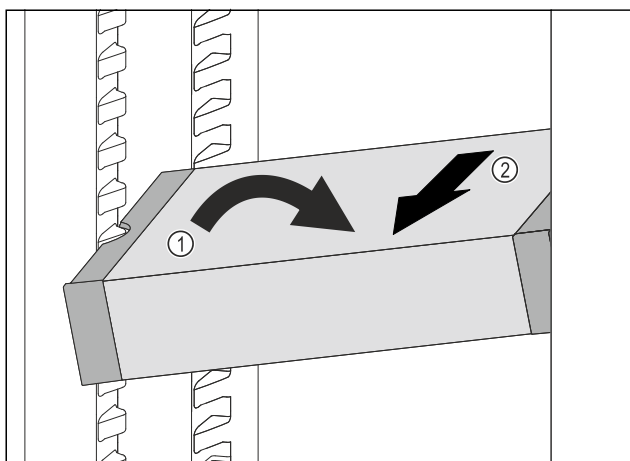

Fig. 124
- Stil VarioSafe på skrå ind i kølesektionen. Fig. 124 (1)
- Tag VarioSafe ud fremefter. Fig. 124 (2)